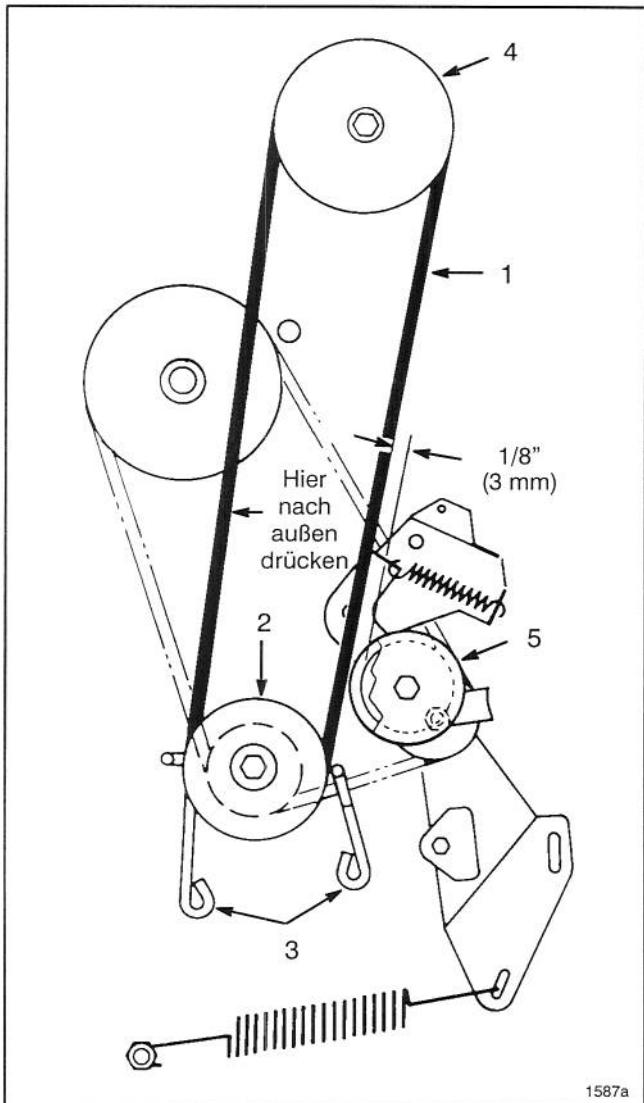

Abbildung 17
7. Die Kopfschrauben lösen, mit denen (2) Motorscheiben-Riemenführungen befestigt sind, und die Führungen von der Scheibe weg bewegen. Den Decktreibriemen von der Motorscheibe entfernen (Abb. 17).
12. Den Riemen nach außen drücken (Spiel beseitigen) wie in Abb. 17 gezeigt und den Spielraum zwischen Außenseite des Riemens und Innenseite der Leitradscheibe überprüfen (Abb. 17). Der Spielraum sollte ca. $1/8$ Inch (3 mm) betragen.